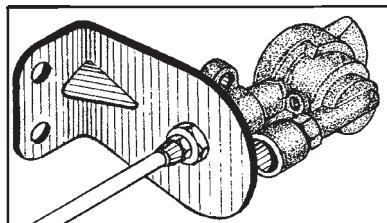

Рис. 17. Головка соединительная
**Соединительная головка** (рис. 17) предназначена для соединения пневмосистемы автомобиля с пневмосистемой прицепа или полуприцепа.